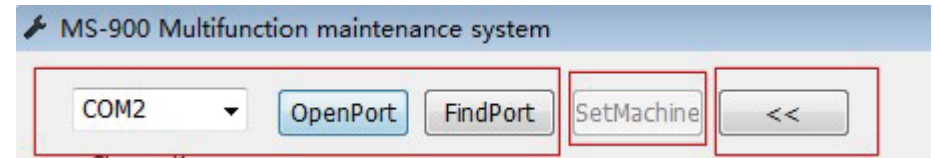

图1
2. 点击FindPort, 软件自动搜索端口并自动连接设备, 点击close将关闭连接(如图1) 点击SetMachine进行蜂鸣器、温度单位、恢复出厂设置(如图2) 点击《按钮将展开或关闭右侧实时曲线以及数据读写模块。